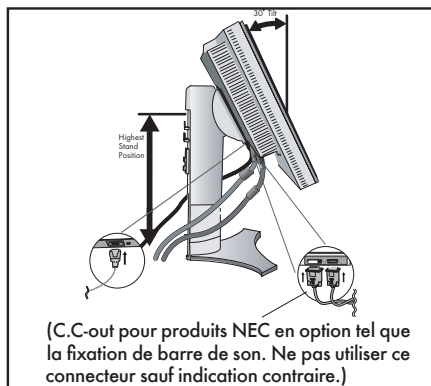

Figure 4
3. Placez vos mains de chaque côté du moniteur. Inclinez le panneau ACL vers l'arrière de 30° en le soulevant dans sa position la plus haute. Connectez tous les câbles aux connecteurs appropriés (**Figure 4**).